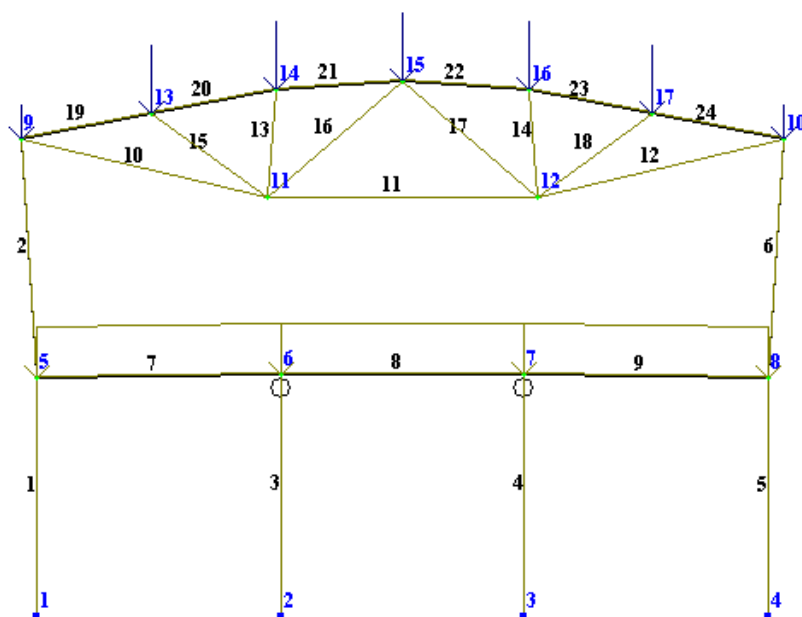

Рис.3.31. Расчетная схема с учетом перемещений узлов
- В режиме просмотра результатов расчета по умолчанию расчетная схема отображается с учетом перемещений узлов (рис.3.31). Для отображения схемы без учета перемещений узлов щелкните по кнопке  – **Исходная схема** (панель **Деформации** на вкладке **Анализ**).